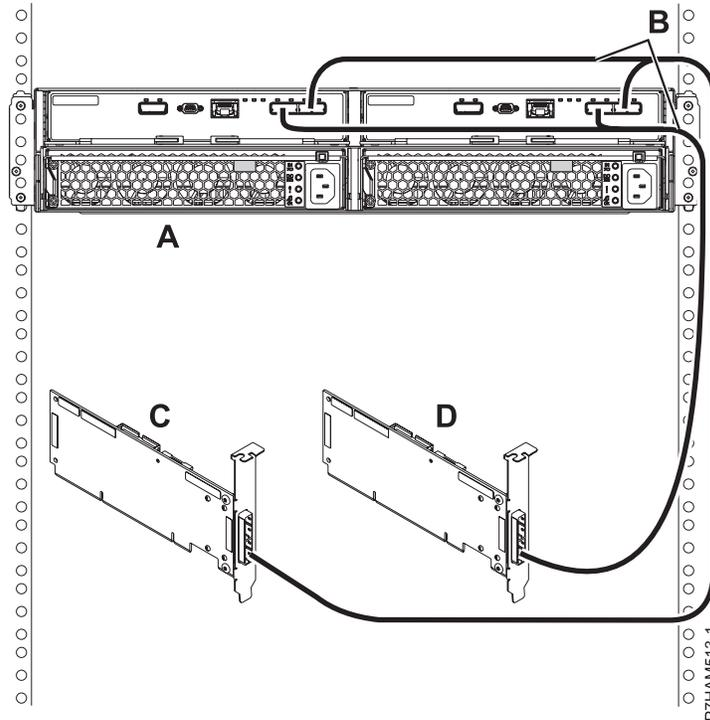

Figure 16. Connexion de mode 2 d'un boîtier d'unité de disque 5887 via des câbles YO à deux adaptateurs SAS indépendants
- Effectuez la connexion de mode 2 d'un boîtier d'unité de disque 5887 (A) via des câbles YO (B) à deux adaptateurs SAS indépendants. Voir figure 16, à la page 18.
- L'adaptateur SAS indépendant 1 (C) n'a pas accès à l'autre adaptateur indépendant et accède uniquement aux baies d'unité D1 à D12.
- L'adaptateur SAS indépendant 2 (D) n'a pas accès à l'autre adaptateur indépendant et accède uniquement aux baies d'unité D13 à D24.